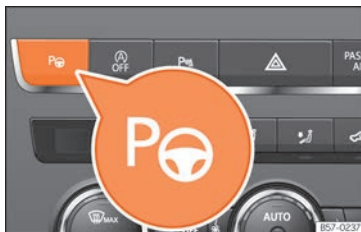

Fig. 184 Na parte superior da consola central: tecla para ligar o sistema de estacionamento assistido.
Os componentes do sistema de estacionamento assistido são os sensores de ultrassons situados nos para-choques dianteiro e traseiro, o botão  **Fig. 184** para ligar e desligar o sistema e as indicações no ecrã do painel de instrumentos.
» **Fig. 185.** Também se mostra a visualização reduzida de outros modos de estacionamento possíveis » **Fig. 186.** Se o modo selecionado pelo sistema não corresponder com o modo pretendido, pode selecionar-se outro modo pressionando novamente o botão **P** » **Fig. 184.**
• Pressione o botão **P** » **Fig. 184**. Quando o sistema está ligado, acende-se uma luz de controlo no botão **P**.